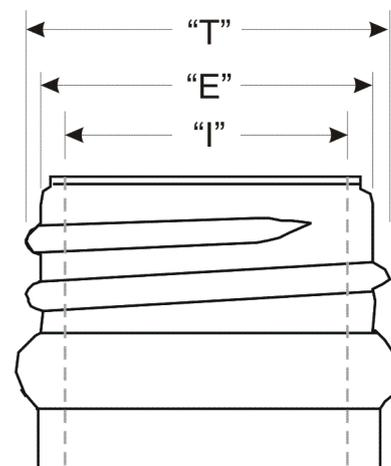

Figura 3: Dimensiones del acabado
- Para la inspección de tapón, la adquisición de imágenes se realiza usando luz difusa direccional sobre el eje y una cámara de alta resolución con óptica telecéntrica por encima del recipiente giratorio. La inspección de tapón de FleX T es capaz de inspeccionar "1" mín. y máx. únicamente (consulte la Figura 3). No puede realizar la calibración de tapón de dos pasos que a menudo se necesita para las botellas de entaponado. La calibración de tapón de dos pasos se puede realizar únicamente con la opción de calibración mecánica de tapón/anillo.
- Para la inspección, la adquisición de imágenes se realiza usando luz posterior difusa (la misma fuente de luz que se utiliza para la inspección de inclinación) y una cámara de alta resolución para medir las dimensiones “E” y “T” (consulte la Figura 3) del acabado del recipiente mientras gira en la estación.